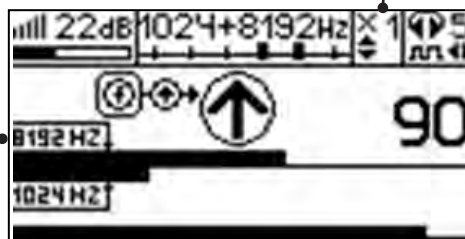

**Рис. 7.4**
**4.** «Назначение» производится нажатием кнопки **f** при расположении датчика точно над «выделенной» коммуникацией, считающейся «своей». После этого указатель направления сигнала приобретает вид - . При переходе на «чужую» коммуникацию с другим «направлением сигнала» (или при изменении положения датчика на «обратное») прозвучит уведомление и стрелка покажет «направление сигнала - назад » (**рис. 7.4**)
**Методика:** Производя трассировку с применением ЭМД на низкой активной частоте (512Гц / 1024Гц) (**см. раздел активный трассопоиск**), наблюдать за уровнем сигнала. Локальное повышение и резкое уменьшение уровня указывают на вероятность наличия дефекта изоляции. (**рис. 7.4**) При этом величина сигнала может меняться по различным причинам: положение датчика, глубина залегания кабеля, наличие мешающих конструкций, поэтому таким методом можно обнаружить лишь «низкоомные» дефекты сопротивлением менее 1кОм.